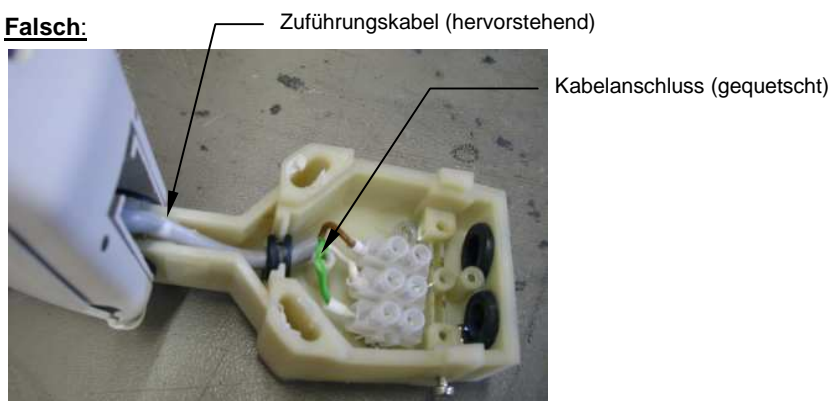

Bild 8: Montager Reihenfolge für die Wetterstation
1. Demontieren Sie zunächst die Wetterstation in der Reihenfolge 3-2-1 (siehe Bild 8)
Achten Sie beim Schließen der Abdeckung (Pos. 2 in Bild 8) unbedingt darauf, dass die in der Abbildung bezeichneten Kabel nicht gequetscht oder herausgezogen werden!